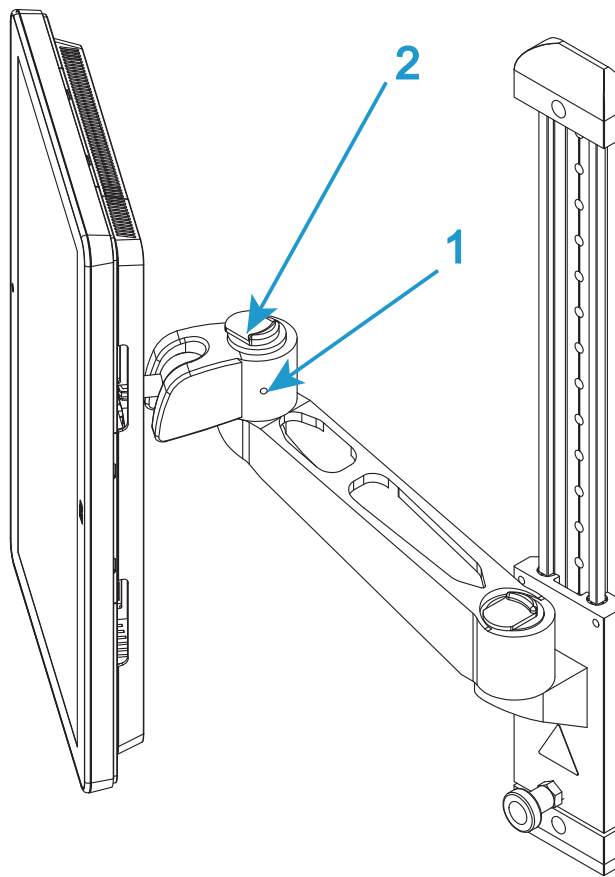
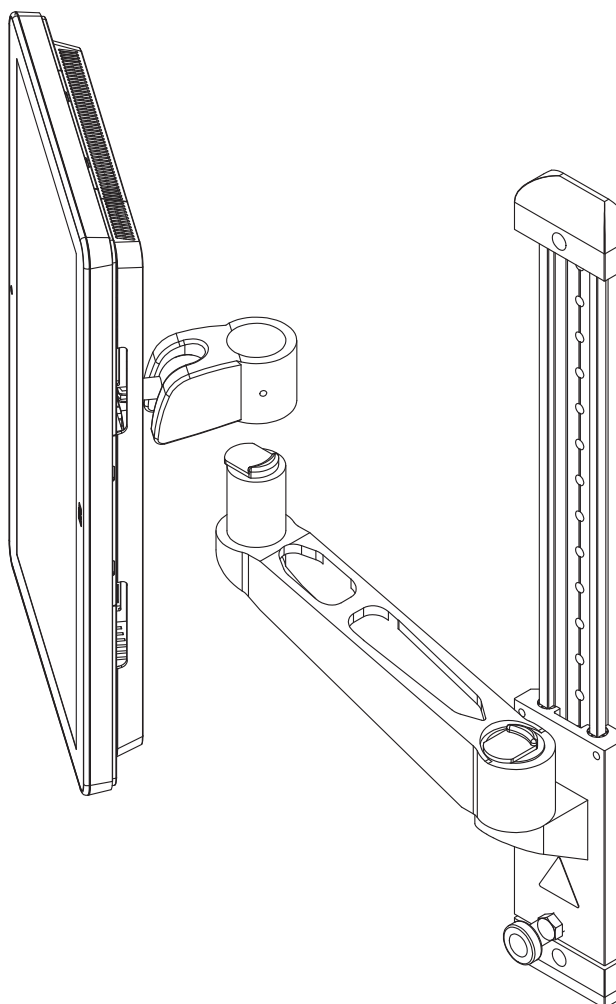

図7. 取り付けアーム
図8. 持ち上げて取り外す
3. 必要に応じて、取り付けアームの「継手部分」の側面にある固定ねじを緩めます（46 ページの図 7 の 1）。
4. 「継手部分」上部のリリース機構（46 ページの図 7 の 2）を操作して Bluehill® オペレータ ダッシュボードを持ち上げ、取り付けアームから外します（47 ページの図 8）。